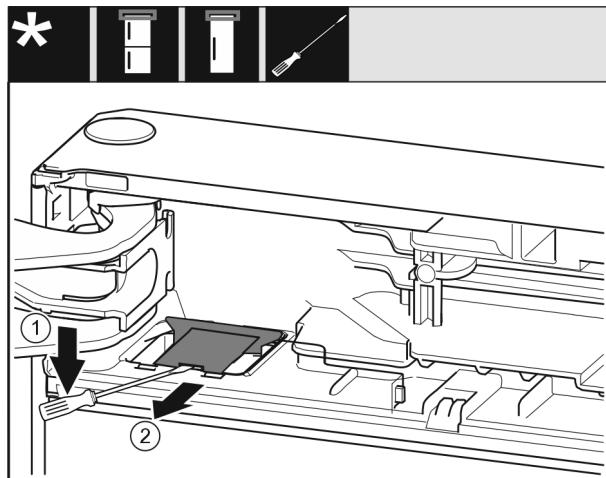

Fig. 10
► Atbrīvojiet pārsegu ar plakano skrūvgriezi un paceliet uz augšu. *Fig. 10 (1)*
► Izņemiet pārsegu. *Fig. 10 (2)*